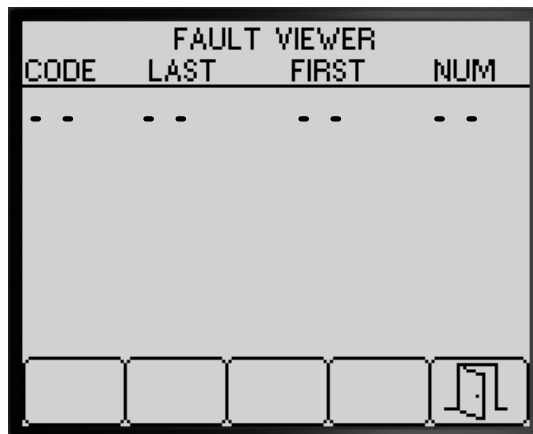

图 87
- 检查故障查看器是否有打药机系统生成的故障图 87。
- 按 5 号按钮可退出 FAULT VIEWER 故障查看器屏幕然后返回至 DIAGNOSTIC 诊断屏幕图 87。
4. 按 5 号按钮可退出 ABOUT 关于屏幕然后返回至 DIAGNOSTIC 诊断屏幕 图 87。